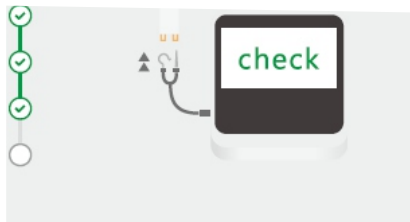

Рис. 35 Подключение измерительного провода
- Подключите держатель файла и загубник (или второй держатель файла) к контактам измерительного провода (Рис. 35).